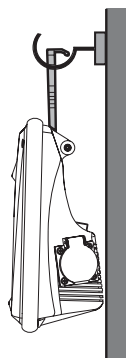

Figura 9
3.1.3.1. Pendente dal gancio (figura 9).